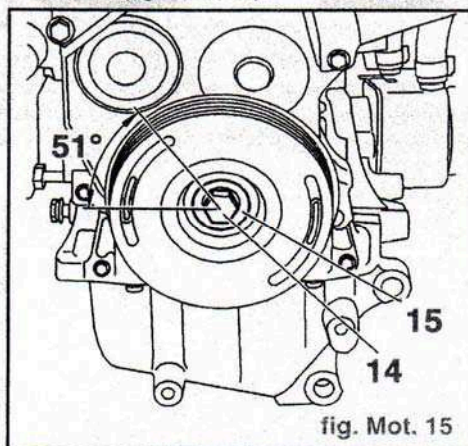

fig. Mot. 15
- Enduire la vis (14) de Loctite **FRENE-TANCH** (fig. Mot. 15).
- la vis (14) avec la rondelle (15) serrage à **4 daN.m + 51°** (fig. Mot. 15)
- Déposer l'outil (6).